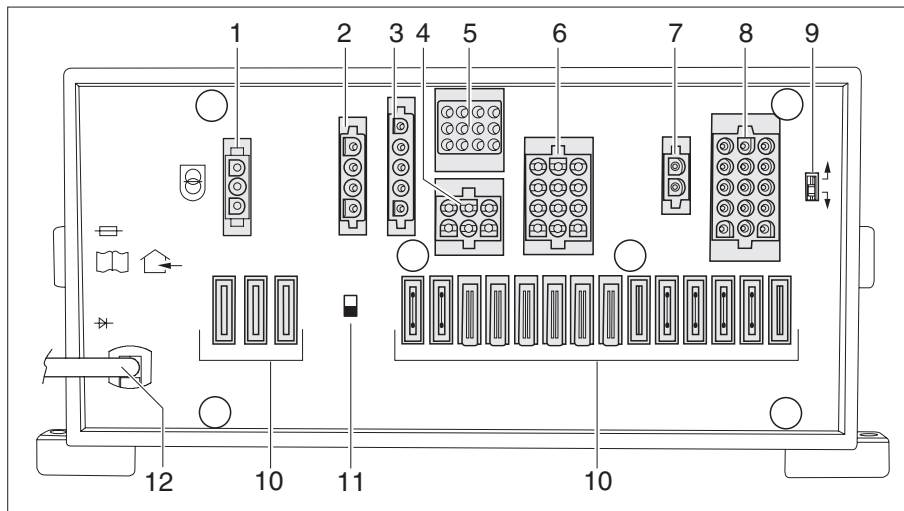

Fig. 69 Centralina elettrica (EBL 31)
- L'interruttore staccabatteria (Fig. 69,11) disconnette dalla rete a 12 V tutte le utenze collegate alla centralina elettrica.
L'interruttore staccabatteria (Fig. 69,11) serve a disinserire tutte le utenze a 12 V dell'abitacolo, compresa la valvola di sicurezza/di scarico. In tal modo si evita uno scaricamento eccessivo della batteria dell'abitacolo nei lunghi periodi di fermo del veicolo (ad esempio in occasione di inattività temporanea).
- ▶ Spingere verso l'alto l'interruttore staccabatteria (Fig. 69,11): Batteria On.
- ▶ Spingere verso il basso l'interruttore staccabatteria (Fig. 69,11): Batteria Off.
Se il selettore batteria (Fig. 69,9) è impostato scorrettamente, si può formare ossidrogeno. Pericolo di esplosione!
Sul selettore batteria (Fig. 69,9) il modulo ricaricabile nella centralina elettrica può essere impostato in base al tipo di batteria dell'abitacolo incorporata nel veicolo ("piombo-gel", "piombo-acido" o AGM).